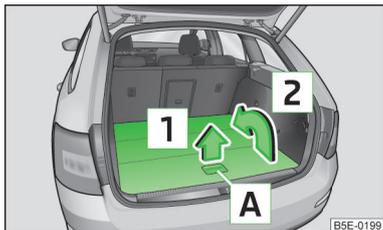

Abb. 98
- Den hinteren Teil des variablen Ladebodens am Griff **A** » Abb. 98 fassen und in Pfeilrichtung **1** anheben.